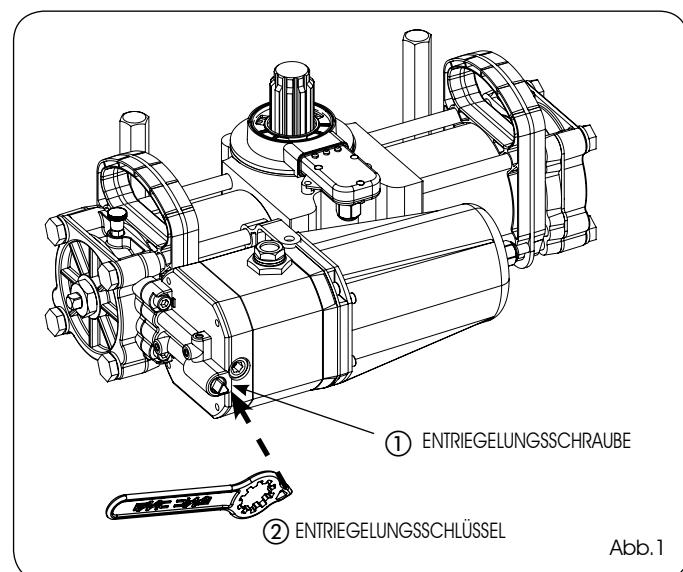

Abb. 1
- 2) Die dreieckige Nut des mitgelieferten Schlüssels (Abb.1, Bez.②) in die Entriegelungsschraube (Abb.1, Bez.①) einsetzen: